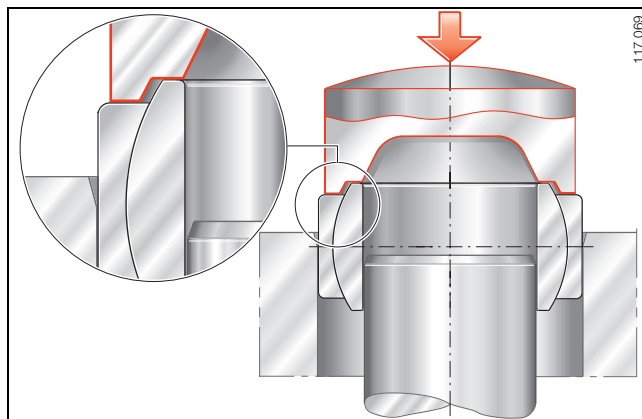

Bild 4 · Gleichzeitiger Einbau auf die Welle und in das Gehäuse
- Werden Radial-Gelenklager gleichzeitig auf die Welle und in ein Gehäuse eingebaut, Einbauwerkzeuge verwenden, die gleichzeitig auf die Stirnseiten des Innen- und Außenringes wirken (Bild 4).